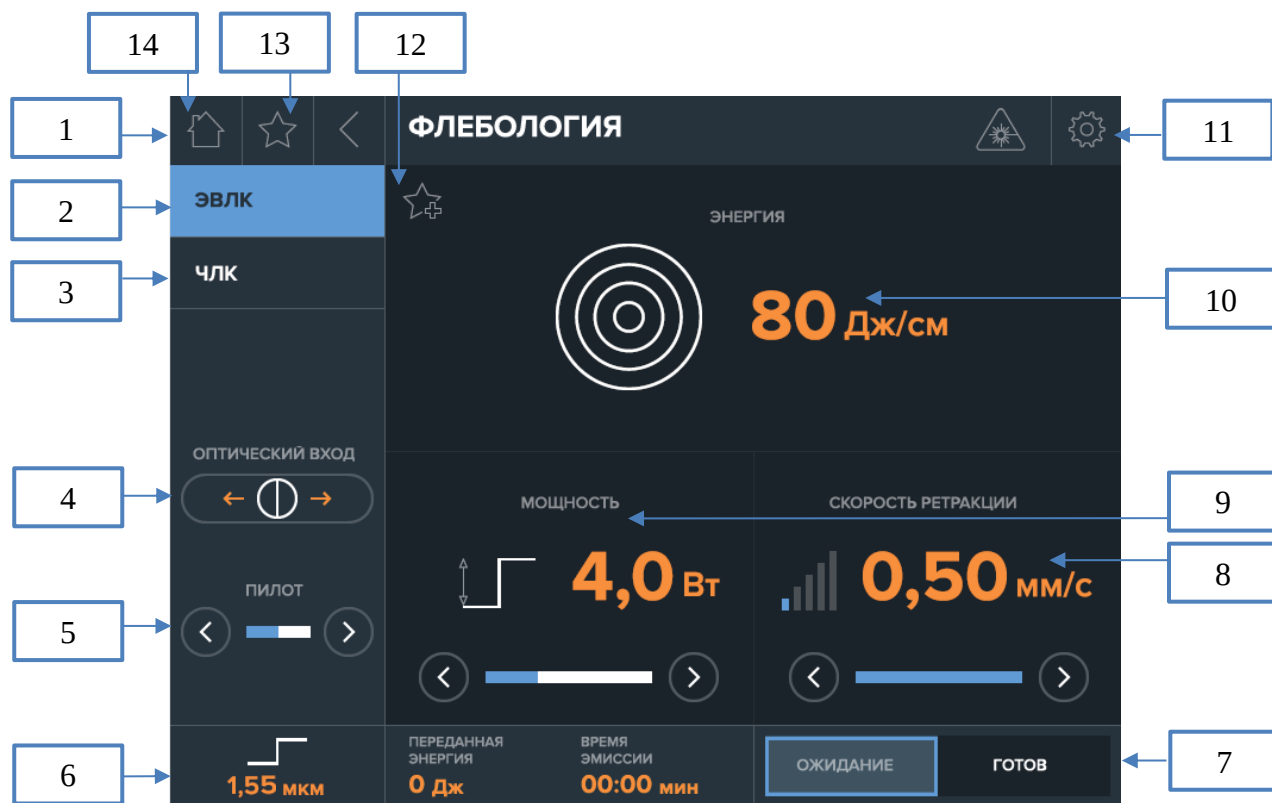
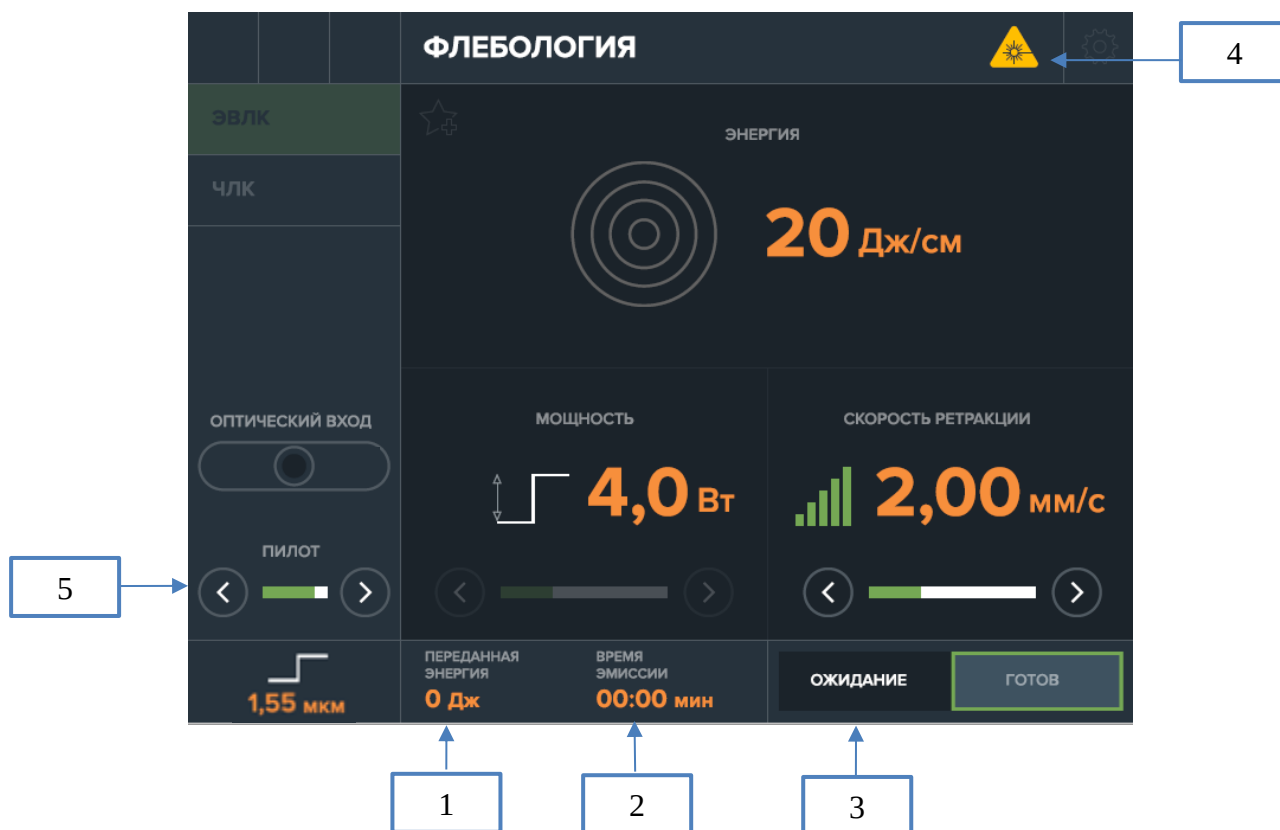

Рис. 16. Экран предустановленного режима «ЭВЛК».
Рис. 17. Состояние «ГОТОВ» Аппарата.
Для подключения волоконного инструмента выберите кнопку (4) (оптический вход) на экране установки параметров лазерного излучения (рис. 16) и произойдет автоматическое открытие коннектора для подключения волоконного инструмента.
Для перехода в состояние «ГОТОВ» (рис. 17) Аппарата, в котором может быть осуществлена эмиссия лазерного излучения необходимо нажать кнопку «ГОТОВ» (7) (рис. 16) на экране установки параметров лазерного излучения.
Для сохранения пользовательского режима необходимо на экране установки параметров лазерного излучения (рис. 16) нажать кнопку (12).